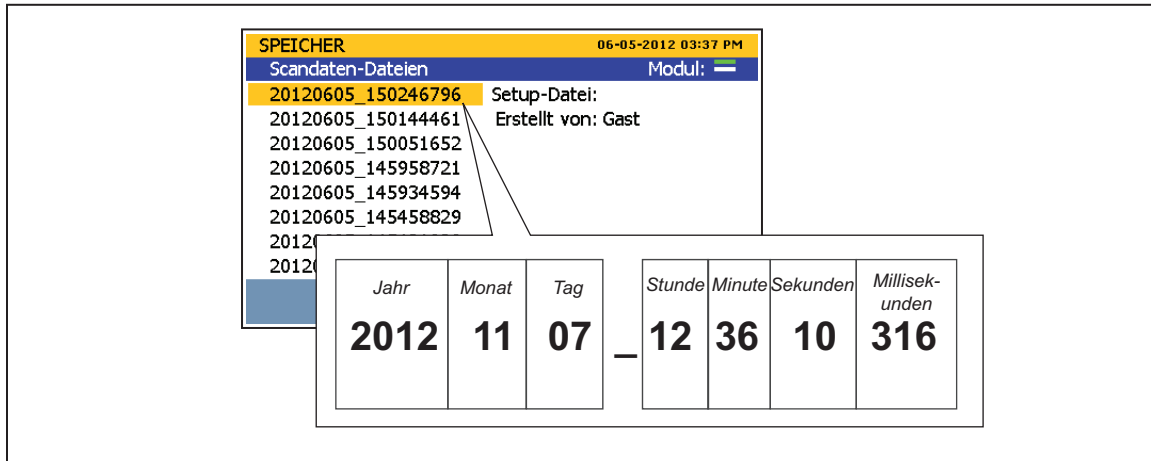

Abbildung 4-8. Dateinamenskonvention für Scan Data
- e. Auf den Ordner **scan** doppelklicken, um die Scandaten-Dateien oder den **DMM** Ordner zur Anzeige der DMM-Datendateien einzublenden. Die Datendateien werden in einem Ordner gespeichert, dessen Name einen Zeitstempel enthält, wann der Scan oder die Messung aufgezeichnet wurde. Diese Dateinamenskonvention ist in Abbildung 4-8 dargestellt.